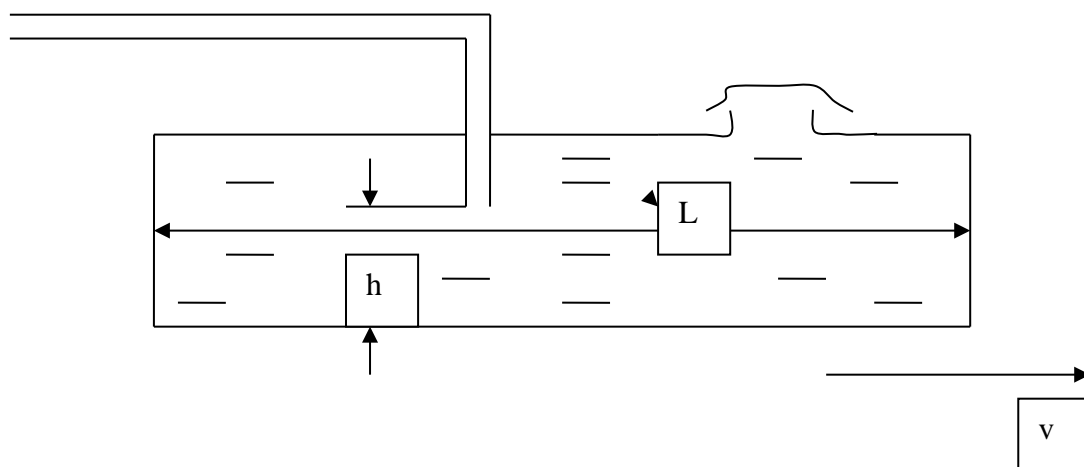

Рис. 6
**Задача 7.** Топливный бак автомобиля длиной  $L = 0,6$  м, шириной  $b = 0,5$  м и высотой  $H = 0,2$  м движется с постоянным ускорением  $a = 3,27$  м/с2. Определить минимальное количество топлива в баке, обеспечивающего его подачу без подсоса воздуха. Считать, что бензопровод установлен в центре горизонтальной проекции бака, его диаметр мал по сравнению с длиной бака, а расстояние от среза бензопровода до днища бака  $h = 10$  мм. Рис. 6.